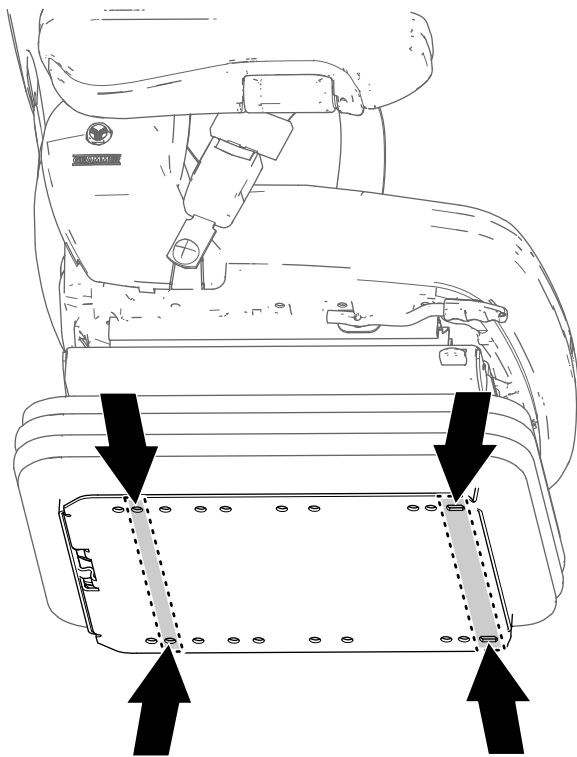

**Bild 6**
1. Nehmen Sie die Muffe wie folgt von der unteren Kante des Sitzunterteils ab (Bild 6):